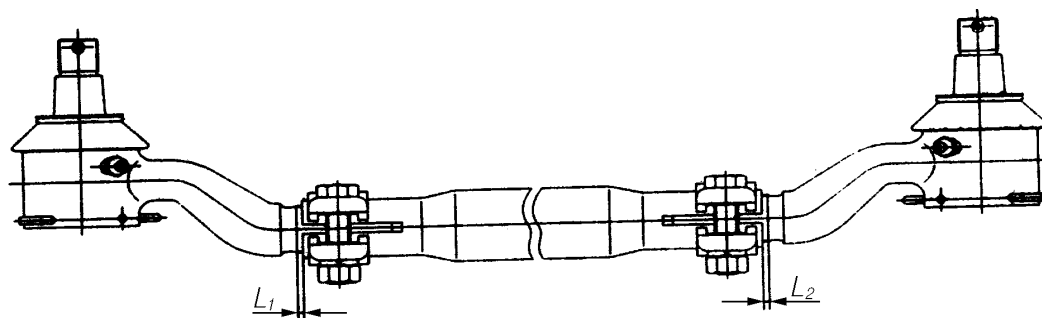

Рис. 29. Поперечная рулевая тяга
3. Перед установкой поперечной рулевой тяги в шарниры заложить смазку Литол-24. По завершении установки палец шарнира должен двигаться в любом направлении без заедания. Разница размеров  $L_1$  (рис. 29) и  $L_2$  не должна превышать 3 мм.